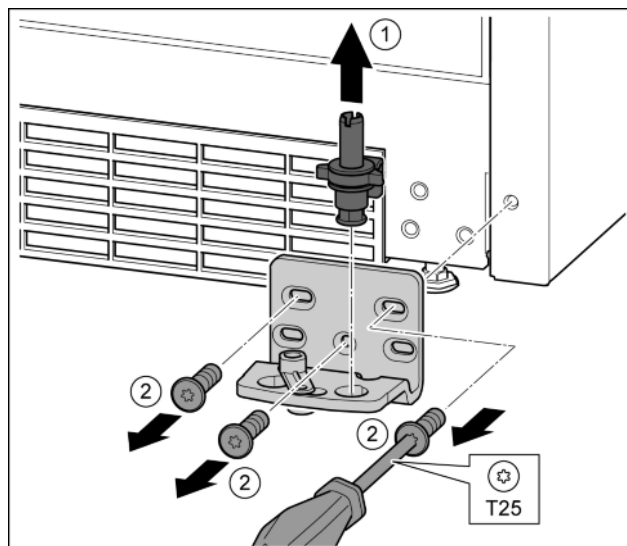

Fig. 12
- ▶ Sortir complètement par le haut l'axe de palier. Fig. 12 (1)
- ▶ Desserrer les vis avec le tournevis T25 et enlever le support de palier. Fig. 12 (2)